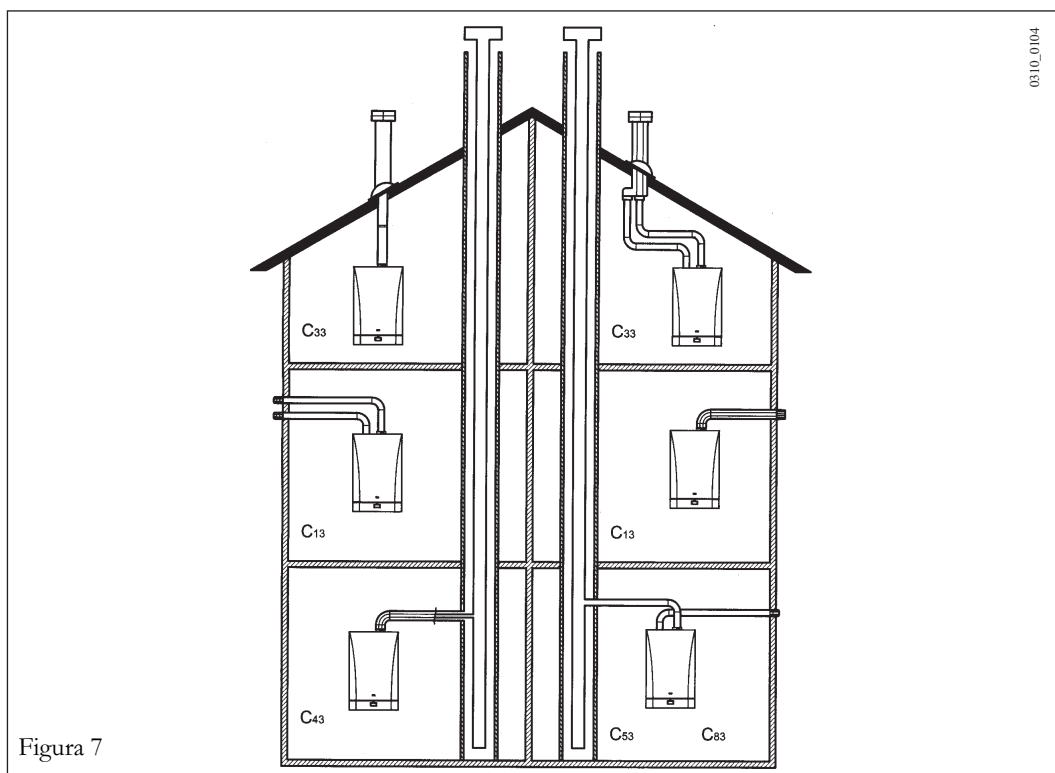

Figura 7
12.1 Actualizarea nr. de rotații (rpm) a ventilatorului în funcție de lungimile conductei de evacuare (exemple în figura 7)